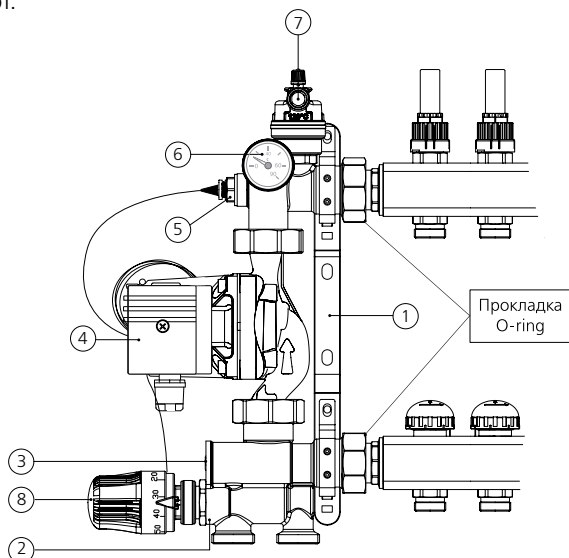
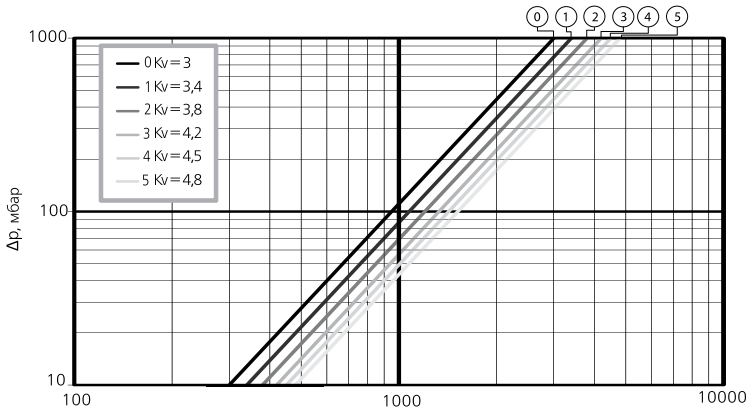

Рис.1
Рис. 3
2. при помощи монтажного кольца головки закрепите её на смесительном клапане (рис. 1 поз. 2);
3. поместите датчик в гнездо температурного датчика (рис. 1 поз. 5);
Согласно приведённой ниже диаграмме (рис. 3), расходу 1032 л/ч, соответствуют 6 разных кривых ΔP_{valv} при разных настройках байпаса (рис. 1 поз. 3): чем меньше открыт байпас, тем быстрее достигается требуемая температура на подаче, и наоборот,
Температура подачи низкотемпературного контура отопления задаётся на термостатической головке (рис. 1 поз. 8), с диапазоном установки от 20 до 65 °С, и поддерживается постоянной благодаря действию термостатического клапана.